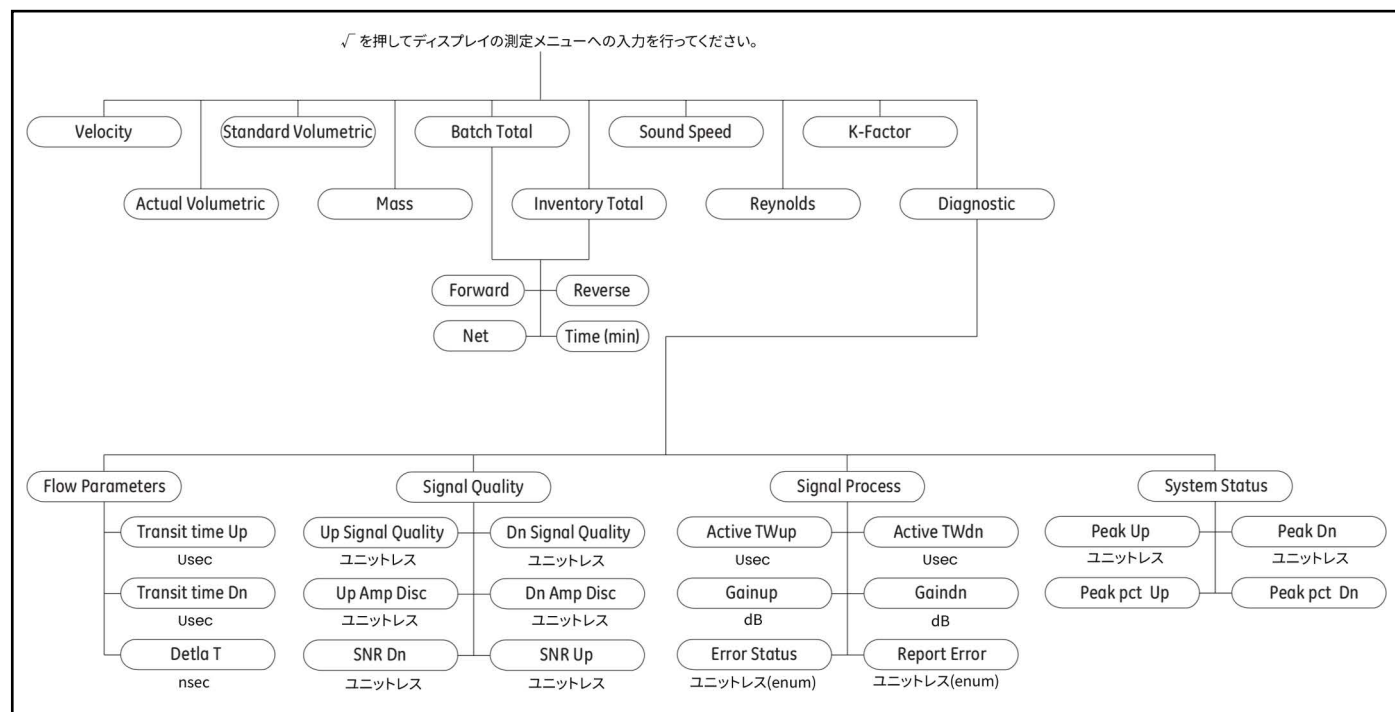

図 40: ディスプレイの測定メニュー
3. 約 15 秒後、以下の図 40 のような画面が表示されます。OK をクリックし、AT600 を再起動して、S2 エラーが消去されたことを確認します。